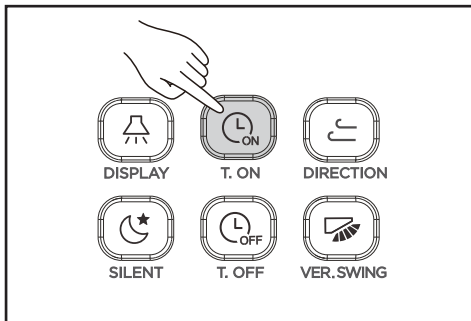

Figura 3.17
- Pressione  (consulte a Figura 3.17) e o controle remoto exibirá “Timer On” (Temporizador ligado), e “0.0h Later On” (0,0h mais tarde ligado) aparecerá na área do temporizador. Ajuste a configuração do temporizador ligado agora;